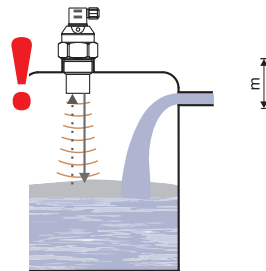

Рис. 5: Густая пена на поверхности
- При заполнении, смешивании и других процессах на поверхности измеряемой жидкости может возникнуть **пена**. Густая пена сильно поглощает ультразвуковой сигнал и может сделать невозможной правильную работу измерителя уровня (рис. 5). В этих случаях необходимо предварительно испытать измеритель уровня или обратиться к производителю.